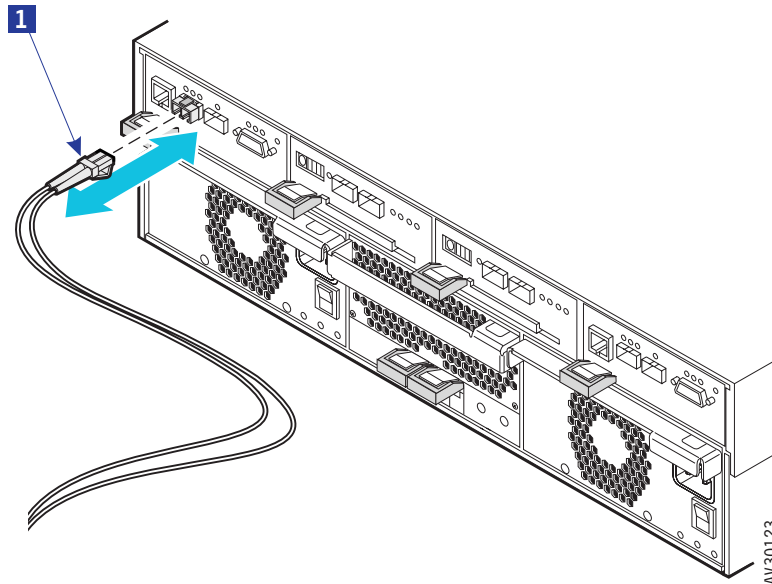

図 23. ファイバ・チャンネル・ケーブルの接続
3. 図 23 のように、ファイバ・チャンネル・ケーブル **1** を、基本筐体内のいずれかのコントローラ・モジュール上のホスト 0 ポートに接続して下さい。ファイバ・チャンネル・ケーブルを接続する前に、ホスト 0 ポートには、SFP 光トランシーバを設置しておいて下さい。サポートされている SFP トランシーバのリストについては、21 ページの表 5 を参照して下さい。